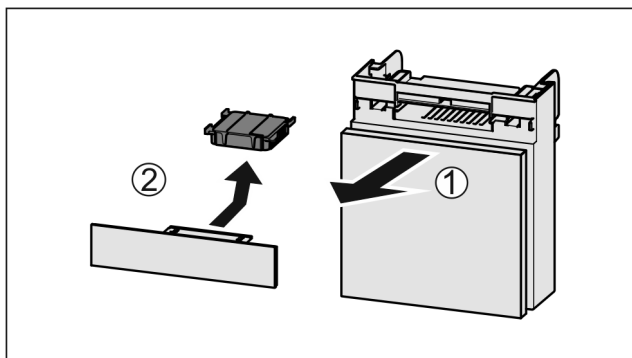

Fig. 114
- ▶ Trekk ut Fig. 114 (1) hyllen fremover.
- ▶ Ta ut Fig. 114 (2) aktivkullfilteret.